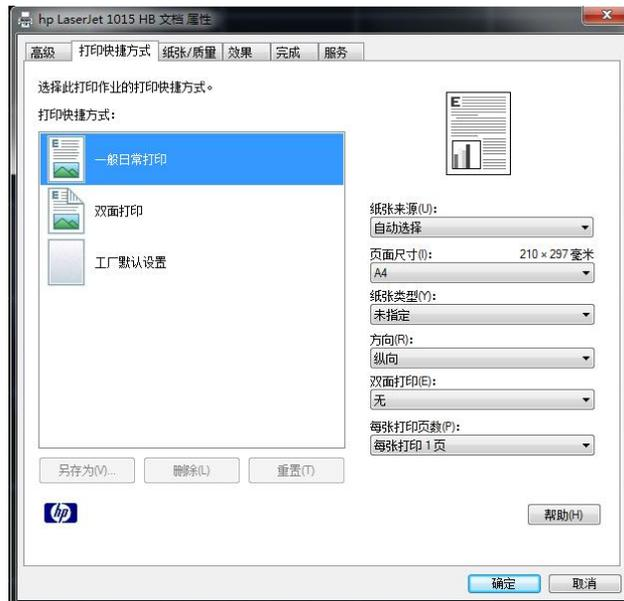

图 3.22 打印属性界面
**步骤 2.** 配置打印机。选择相应的打印机，如果需要进行特殊配置，可点击属性进行打印机的体配置，如图 3.22 所示。